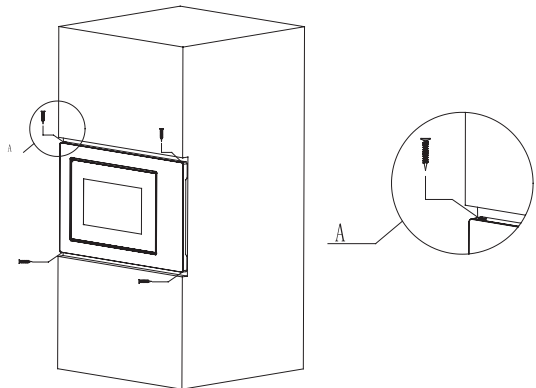

Fig.4
d) Utilitzeu els cargols de l'embalatge de les peces per fixar el forn de microones a l'armari. (Fig.4)